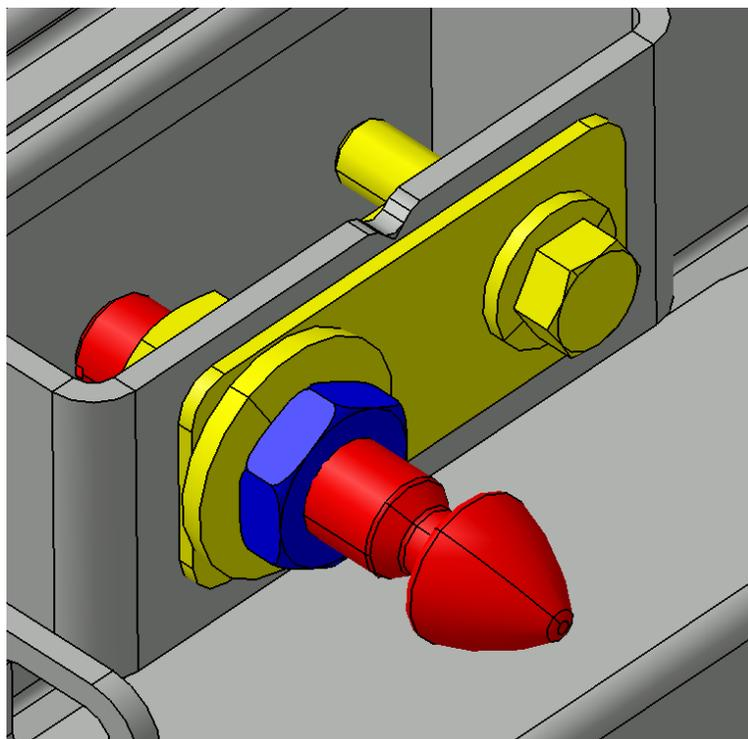

FIGURE 16
15. Utiliser la goupille d'alignement/verrouillage pour ajuster le niveau de la surface de la porte avec le panneau de carrosserie adjacent. Visser ou dévisser la goupille au besoin et serrer ensuite le contre-écrou (Figure 16).